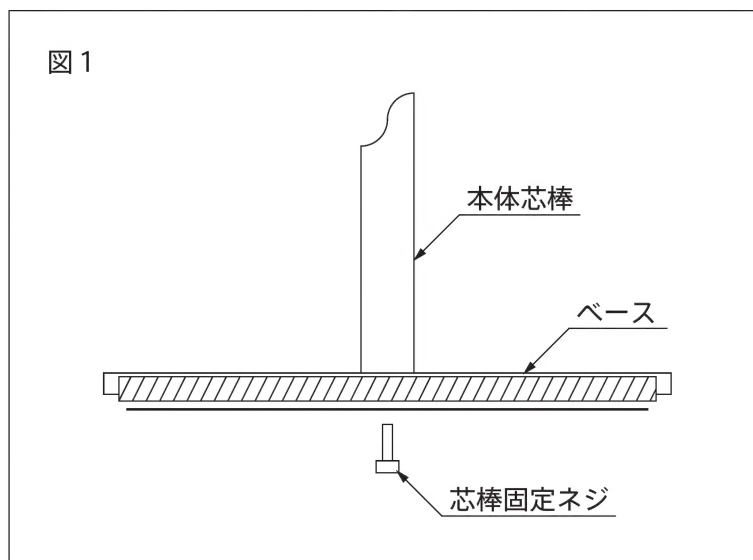

図 2
2. ガラスカバー固定ネジをゆるめ、ガラスカバーを持ち上げて外します。（図2）
3. 古い電球を取り外します。（図2）
4. 新しい電球を取付けます。（図2）
5. ガラスカバーを電球の上から差し込み、ガラスカバー固定ネジにて固定します。（図2）
2. ソケットに電球を取付けます。（図2）
3. ガラスカバー固定ネジをゆるめて、ガラスカバーを電球の上から差し込み、ガラスカバー固定ネジにて固定します。（図2）
4. 台座のピン（4ヶ所）からシェードカバー固定ネジを外します。（図2）